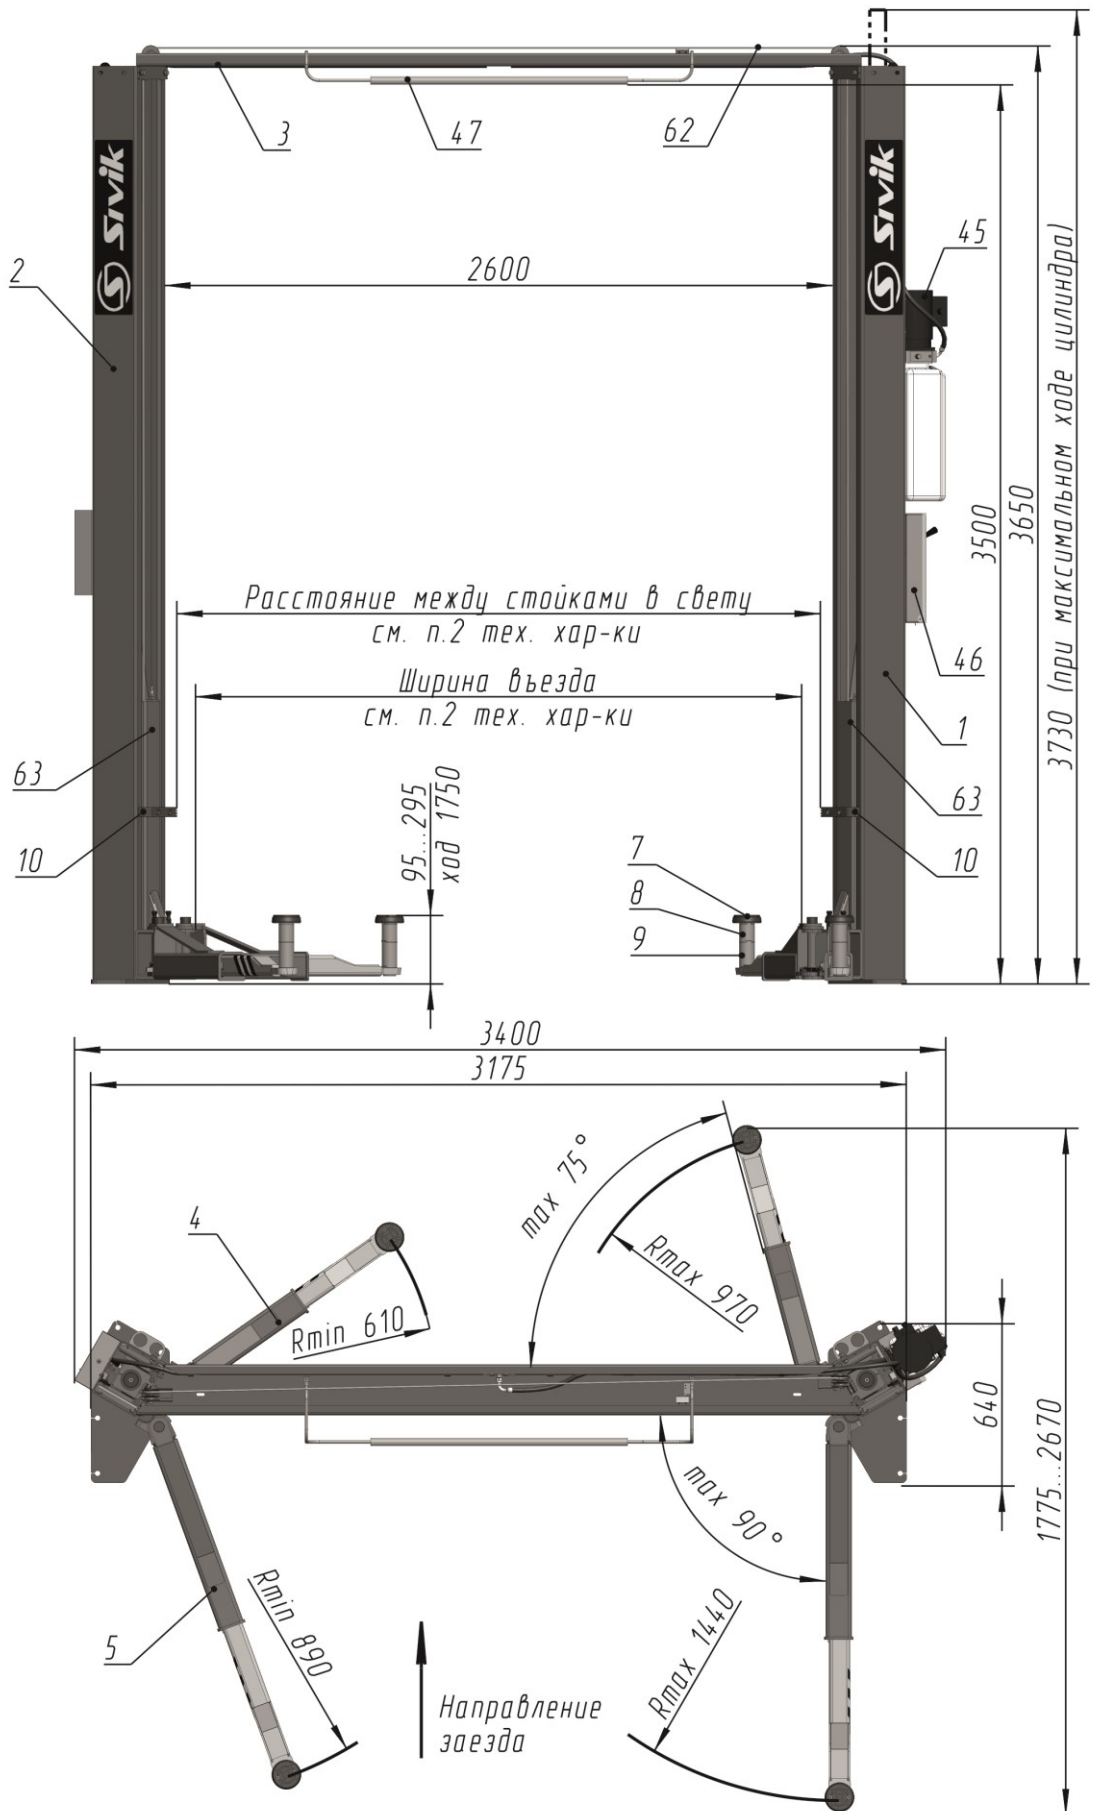
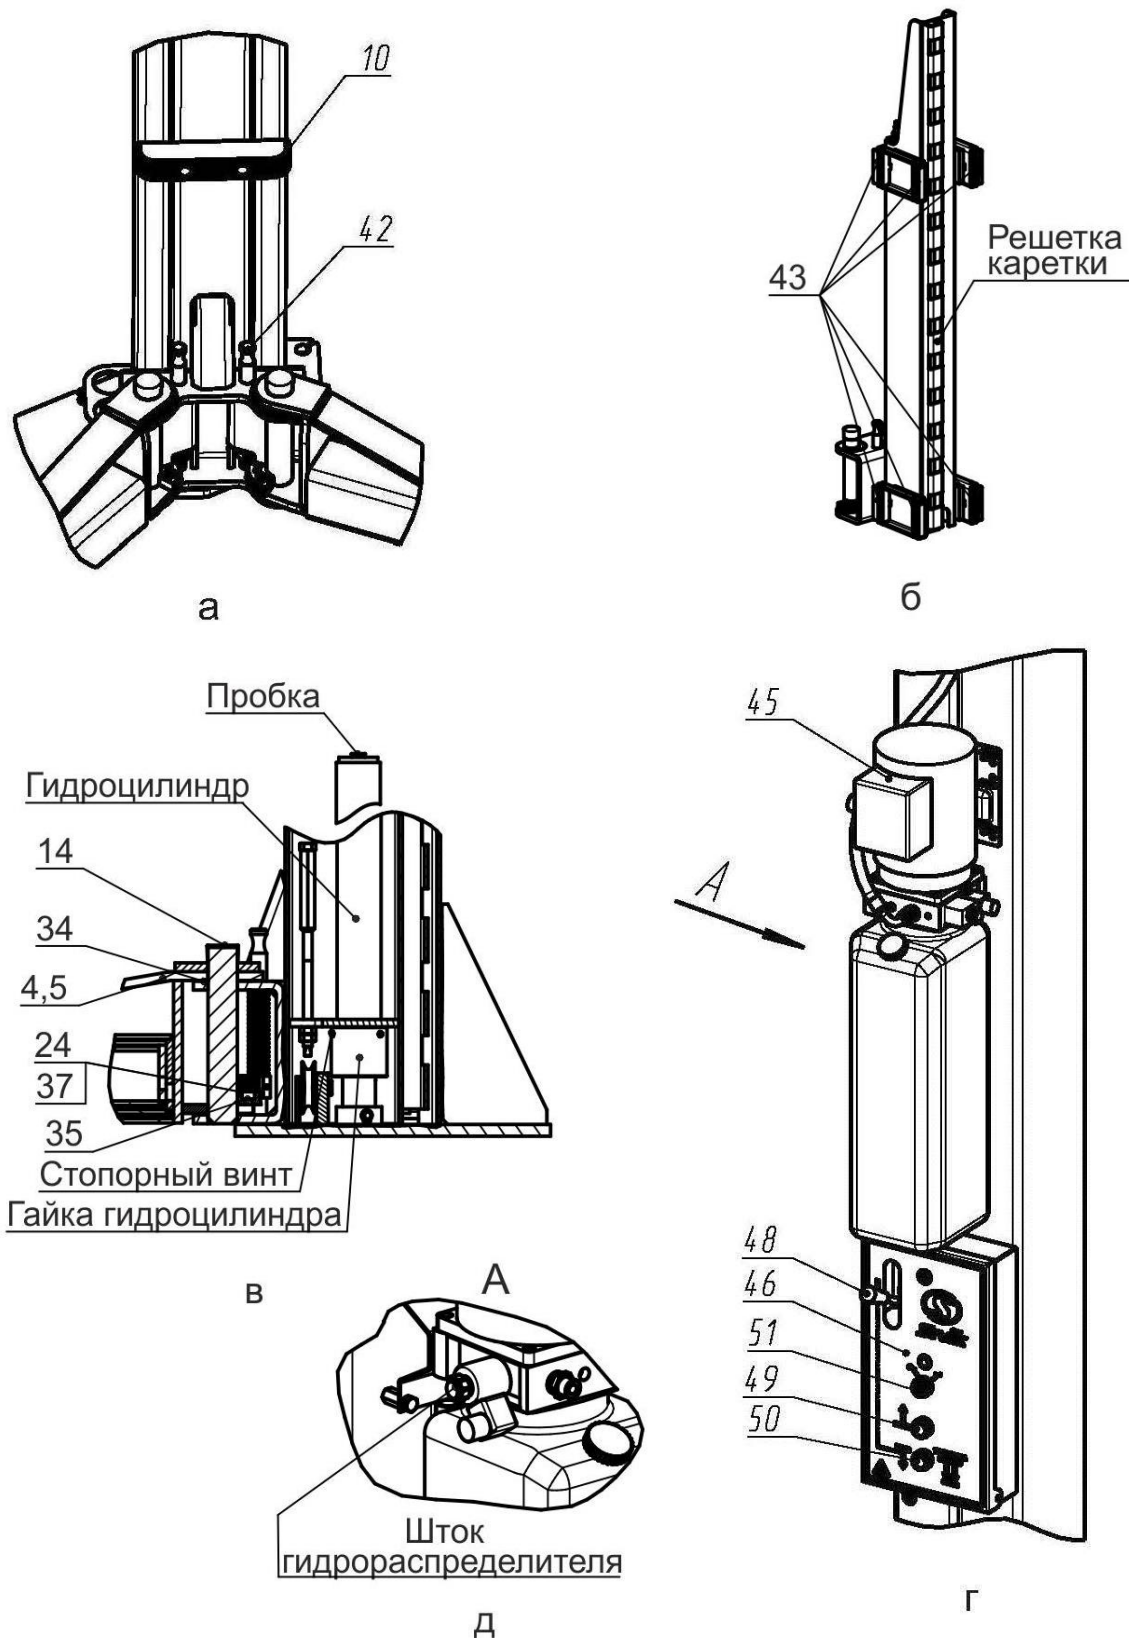

Рисунок 3.1 - Общий вид подъемника
Рисунок 4.1 – Виды подъемника
Подъемник (рисунок 3.1) состоит из двух стоек коробчатого сечения - правой 1 и левой 2, соединенных между собой перекладиной 3. В стойках размещены каретки 63 с закрепленными на них поворотными телескопическими подхватами 4 и 5 разной длины. На концах подхватов 4, 5 установлены опоры 7, подставки опоры 8, 9. Подхваты фиксируются стопорными устройствами 42 (рисунок 4.1 а), автоматически срабатывающими при подъеме автомобиля. При опускании кареток 63 в крайнее нижнее положение происходит автоматическое расстопорение подхватов 4 и 5. Каретки 63 приводятся в движение гидравлическими цилиндрами, установленными внутри стоек. Подъемник снабжен системой 62 тросовой синхронизации движения кареток 63.
Каждая каретка 63 (рисунок 4.1 б) снабжена полиамидными ползунами 43, скользящими по беговым дорожкам стоек 1 и 2. Каретки фиксируются на требуемой высоте стопорами-защелками 44 (рисунок 3.1), закрепленными на стойках 1,2 и входящими в зацепление с решетками на каретках 63.
На правой стойке (рисунок 4.1 г) размещена насосная станция 45 с пультом управления 46. Внутри насосной станции 45 находится клапан предохранительный, предотвращающий перегрузку в гидросистеме. Клапан предохранительный настроен на заданное давление и опломбирован.
- касании автомобилем ограничительной дуги 47 перекладины 3 (рисунок 3.1);
Для предотвращения повреждения дверей автомобиля (при открывании) на каретки 63 установлены накладки 10, фиксируемые винтами М8х30, шайбами 8Г и шайбами 8 (рисунок 3.1 и рисунок 4.1 а).
Управление подъемником осуществляется рычагом 48 (рисунок 4.1 г) и двумя кнопками 49 и 50, установленными в пульте управления 46. Рычагом 48 осуществляется расстопорения кареток 63, а кнопками 49 и 50, подъем (кнопка 49) и опускание (кнопка 50) кареток 63.
**ВНИМАНИЕ!** Перед сборкой проверить затяжку гаек гидроцилиндров и стопорных винтов (рисунок 4.1 в).
Для того чтобы проверить срабатывание упругой тяги 55, необходимо одному человеку прижать рукой защелку 44 к стойке 2, а другому повернуть рычаг 48 (рисунок 4.1 г) на себя. Упругая тяга 55 должна вытянуться на полный ход штока.
При повороте рычага 48 (рисунок 4.1 г) защелки на левой и правой стойки должны срабатывать одновременно. При отпускании рычага 48, защелки на левой и правой стойке должны вернуться в исходное положение. Регулировка проводится выборкой слабины тросика 52 и обжатием петли от вытягивания зажимом 13.
6.9 Открутить пробку бака насосной станции 45 и залить масло (около 12 л) до верхней метки «МАХ» (рисунок 4.1 г). Уровень масла контролировать визуально. Установить пробку бака на место.
- кратковременным нажатием на кнопку 49 (двигатель должен работать, вращение крыльчатки по стрелке на кожухе эл. двигателя, а из бака должно убывать масло, рисунок 4.1 г).
- отвернуть пробки у каждого гидроцилиндра на один оборот (рисунок 4.1в)